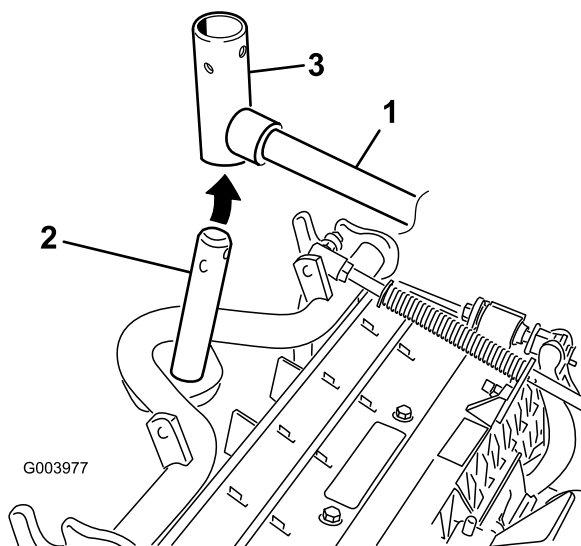

Figura 8
7. En el caso de las unidades de corte delanteras, deslice una unidad de corte debajo del brazo de elevación mientras coloca el eje del bastidor de tiro en la horquilla de pivote del brazo de elevación (Figura 8).
- B. Introduzca la horquilla del brazo de elevación en el eje del bastidor de tiro (Figura 8).